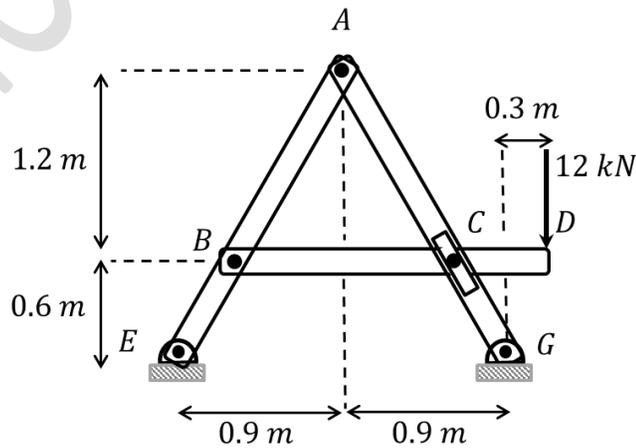

Fig. 6.13.
6.5.- Para el armazón mostrado en la Fig. 6.13 determine las componentes de todas las fuerzas que actúan sobre el elemento ACG. (Analice como se relacionan las fuerzas internas en el pasador móvil C o ranura del elemento AG)